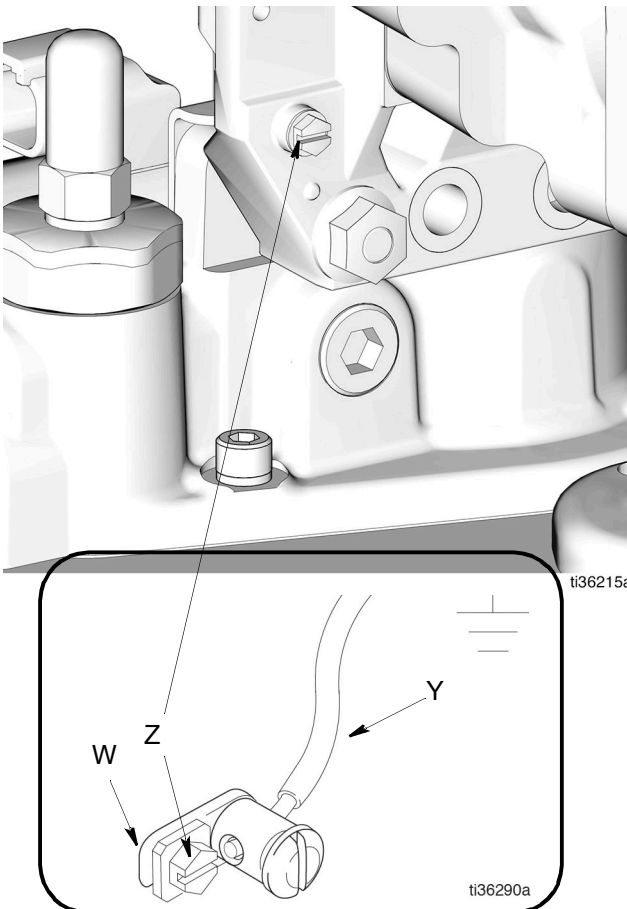

Рис. 1
Каким образом заземлить насос: Выкрутите болт заземления (Z), расположенный на задней стороне редуктора, и вставьте его в проушину круглой клеммы (W) на конце провода заземления (Y). Вкрутите болт заземления (Z) обратно в основание насоса и надежно затяните его. Подсоедините второй конец провода заземления (Y) к точке фактического заземления (Рис. 1). Для заказа провода заземления и зажима указывайте в заказе арт. № 222011.